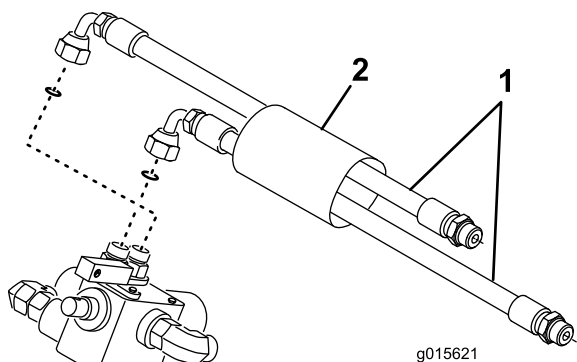

図 6
14. 2本の油圧ホースを、制御バルブの上部にあるフィッティングに接続する 図 6。
15. ホースの上から保護スリーブを取り付けてる図 6。